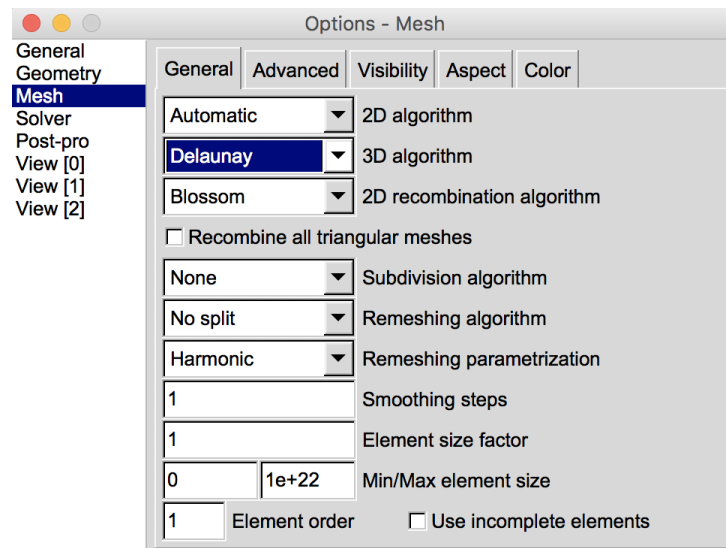

FIGURE 7 – Fenêtre "Options" de Gmsh : modification de l'algorithme de génération 3D
1. Allez dans le menu principal, onglet **Tools**→**Options**. A gauche, sélectionnez le champ **Mesh** et placez-vous sur l'onglet **General** (voir figure 7) puis regardez la valeur du champ 3D **algorithm** : normalement, par défaut, l'algorithme de génération de maillage 3D utilisé est l'algorithme de Delaunay.